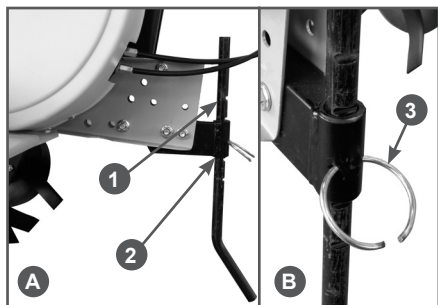

Рис. 5 Установка сошника
После установки крайней внешней фрезы (например, В) установите диск защиты растений А и закрепите его пальцем 1 и шплинтом 2 (Рис. 5).
- Установите сошник 1 в кронштейн 2 сошника (Рис. 5А). Совместите паз в сошнике и отверстие в кронштейне сошника и вставьте в отверстие стопорное кольцо 3 (Рис. 5В).